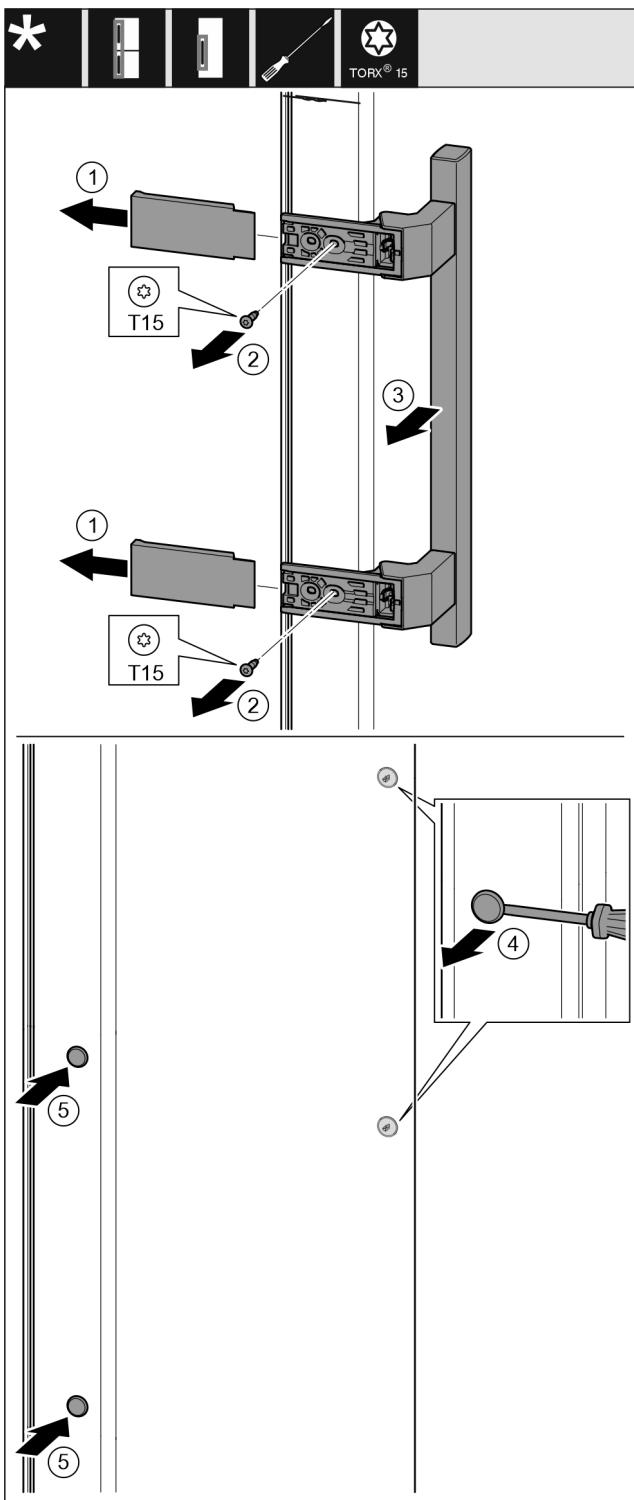

Fig. 39
- Свалете капака. *Fig. 39 (1)*
- Отвийте винтовете с отвертка T15. *Fig. 39 (2)*
- Свалете дръжката. *Fig. 39 (3)*
- С плоска отвертка внимателно повдигнете страничната тапа и я извадете. *Fig. 39 (4)*
- Отново поставете тапата от другата страна. *Fig. 39 (5)*